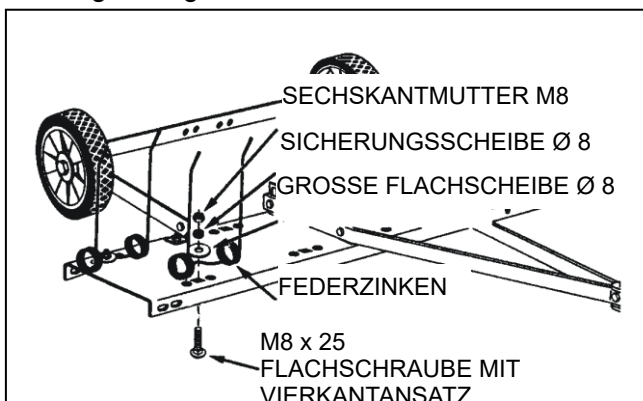

ABB. 7
13. Befestigen Sie zehn Federzinken in die eckigen Öffnungen im unteren Teil der Grundplatte. Verwenden Sie für jeden Federzinken eine Flachschraube mit Vierkantansatz M8 x 25, eine große Flachscheibe Ø 8, eine Sicherungsscheibe Ø 8 und eine Sechskantmutter M8. Ziehen sie alles fest. Siehe Abb. 7. BEMERKUNG: Die Federzinken müssen in den Vertiefungen eingesetzt sein.